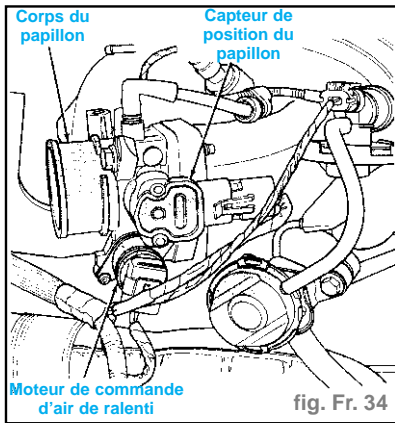

fig. Fr. 34
- Déposer les connecteurs de faisceau de câblage du capteur de position du papillon et du moteur AIS (ralenti automatique) sur le corps du papillon (fig. Fr. 34).
- Poser les connecteurs du faisceau de câblage sur le capteur de position du papillon et le moteur AIS sur le corps du papillon (fig. Fr. 34).